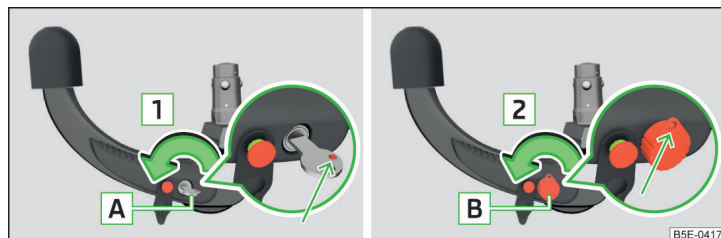

Fig. 179 1. pas: varianta de cheie 1 / varianta de cheie 2
- Rotiți cheia **A** în sensul săgeții **1** în așa fel încât marcajul roșu al acesteia să indice înspre în sus » fig. 179.
- Rotiți cheia **B** în sensul săgeții **2** în așa fel încât inelul cheii să indice înspre în sus » fig. 179.